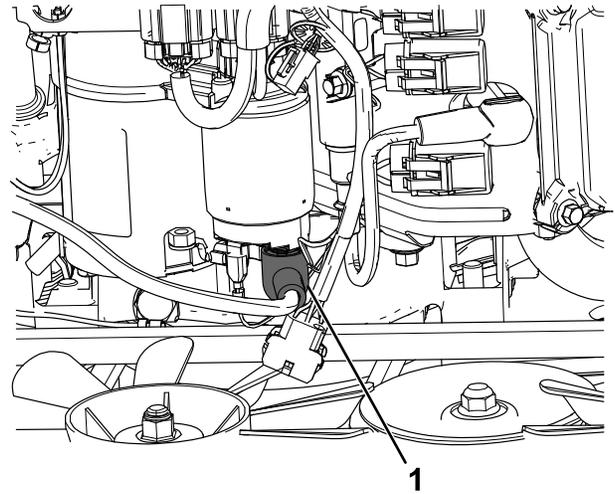

Figure 8
6. Retirez le capuchon en caoutchouc de la borne de démarreur sur le moteur, et retirez l'écrou (Figure 8).
8. Placez l'anneau du nouveau fil sur la borne et fixez-la en place avec l'écrou. Remettez le capuchon en caoutchouc (Figure 8).